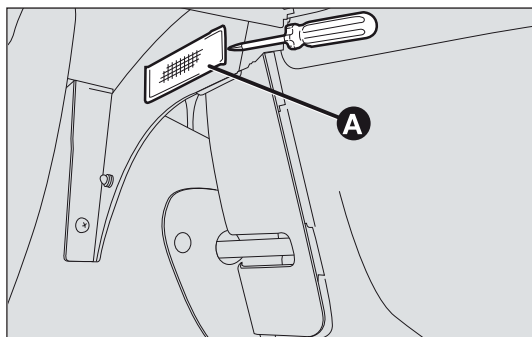

fig. 163
- ☐ con el destornillador suministrado, extraiga la lámpara interior A-fig. 163 accionando en el punto indicado;